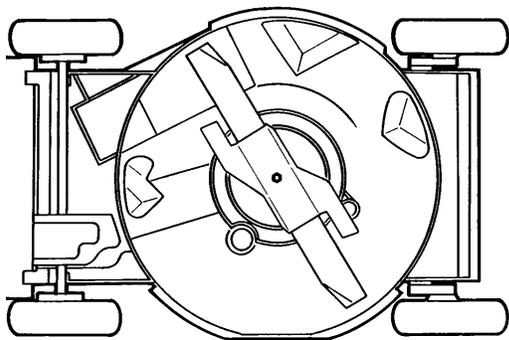

Figure 21
3. Basculer la tondeuse sur son côté droit (Fig. 21). Éviter de faire tourner les lames, ce qui risquerait de créer des problèmes de démarrage.